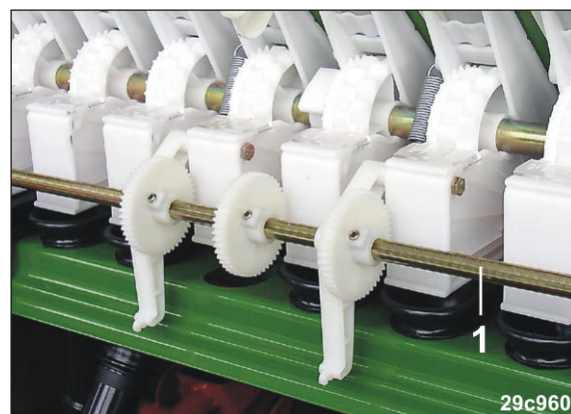

Fig. 240
3. Virar o veio de contra-eixos (Fig. 240/1) para baixo.